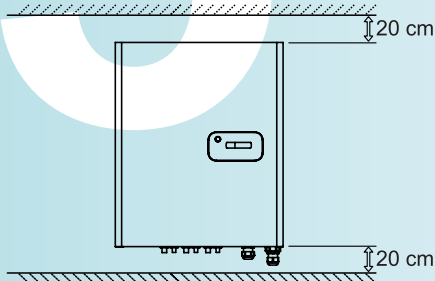

Fig. 1
- Per assicurare la convezione naturale del radiatore, lasciare uno spazio minimo di 20 cm al di sopra e 20 cm al di sotto dell'apparecchio (Fig. 1).